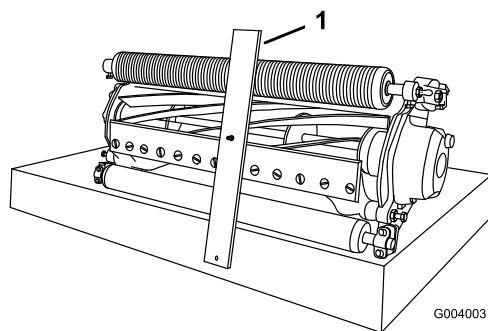

Figure 58
3. Accrochez la tête de la vis sur le bord tranchant de la contre-lame et appuyez l'arrière du gabarit contre le rouleau arrière (Figure 58).